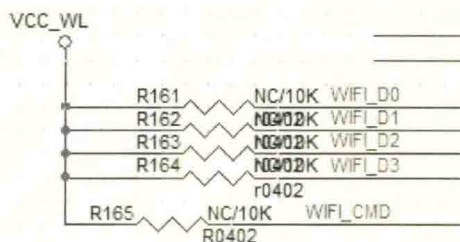

图 14-43 SDIO 上拉电阻
(3) 预留 SDIO 上拉电阻，当 WIFI 使用 SDIO3.0 时，上拉电阻（图 14-43 所示）贴片可提高信号质量。